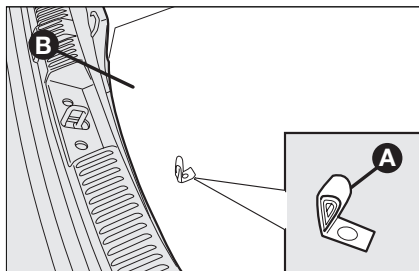
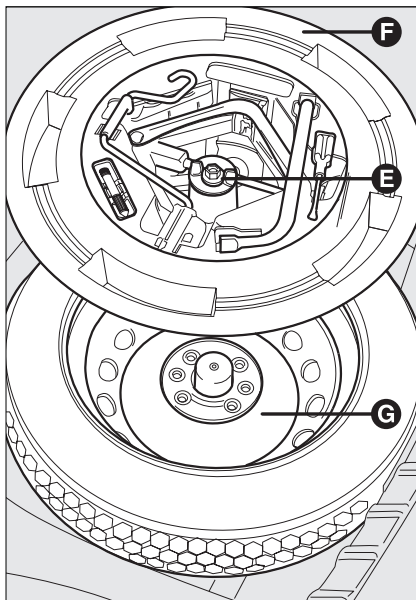

Рис. 2
Рис. 3
- потянув за петлю **A**, см., **рис. 2** поднимите жесткую крышку **B**; отверните крепление **E**, см., **рис. 3**;
- для версий с запасным колесом-докаткой, отвинтите крепеж **E**, см., **рис. 3**, извлеките комплект инструментов **F**, положите рядом с колесом, которое будет меняться и извлеките запасное колесо-докатку **G**;